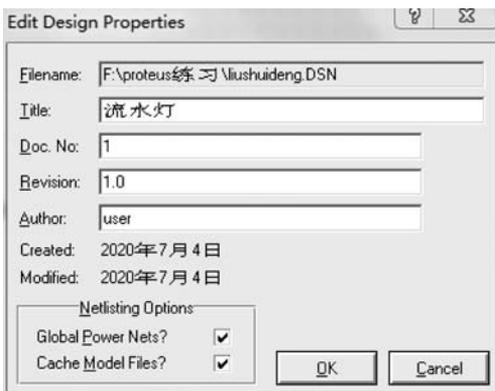
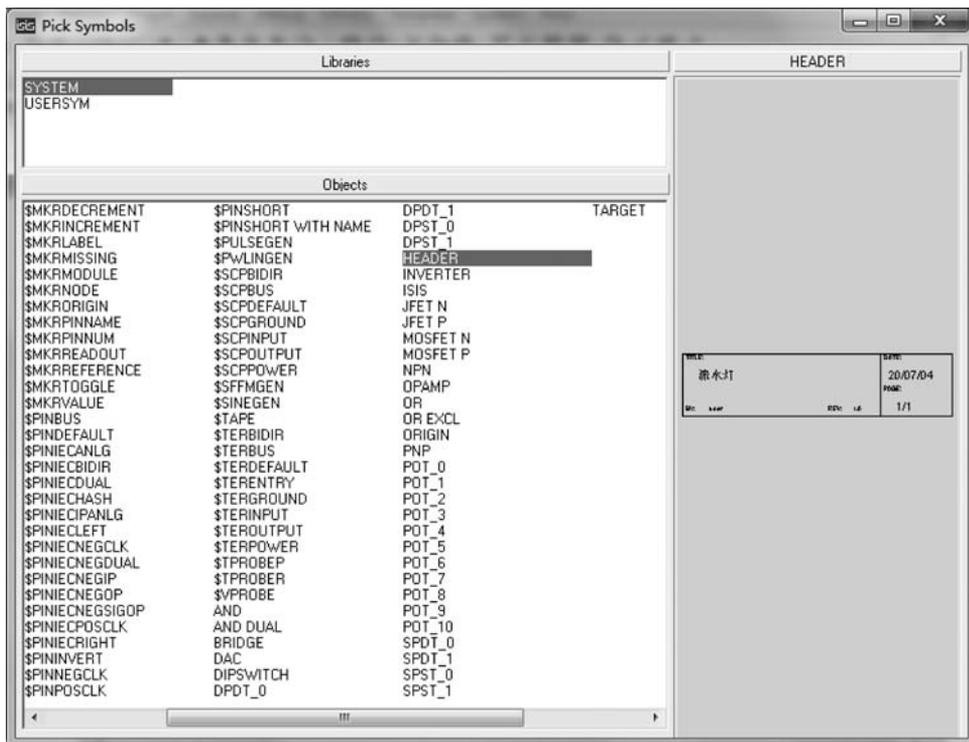

图 5-36 编辑设计属性对话框
图 5-37 选择 HEADER 头块对话框
① 选择 Design→Edit Design Properties 菜单命令,弹出如图 5-36 所示的对话框,在该对话框中填写头块中相关项目的具体信息;
② 单击 2D 图形工具栏中的 S 图标按钮;
③ 单击对象选择器中的 P 按钮,出现 Pick Symbols 对话框;
④ 在 Libraries 列表框中选择 SYSTEM,在 Objects 列表框中选择 HEADER,如图 5-37 所示;
⑤ 在原理图编辑窗口的合适位置单击放置头块,头块包括图名、作者、版本号、日期和图纸页数。